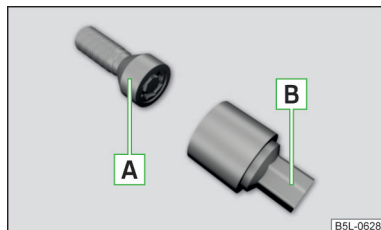

Fig. 152
Låseboltene beskytter hjulene mod tyveri. De kan kun **løsn**es/spændes fast med en adapter **B** » Fig. 152.
- › Sæt hjulnøglen helt ind over hjulbolten. Anvend den tilhørende adapter til låseboltene » Fig. 152 på side 126.